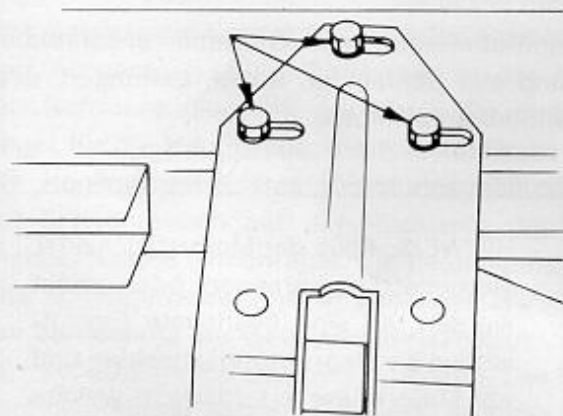

Bild 63
- **Einstellen des Motorträgers:** Befestigungsschrauben des Motorträgers (siehe Bild 63) am Rahmenseitenträger lockern und den Motorträger so ausrichten, daß dessen senkrechte Kante und Rückkante parallel mit dem Gebläsegehäuse steht. Schrauben auf ein Anzugsdrehmoment von 3,5 mkp (35 Nm) anziehen.